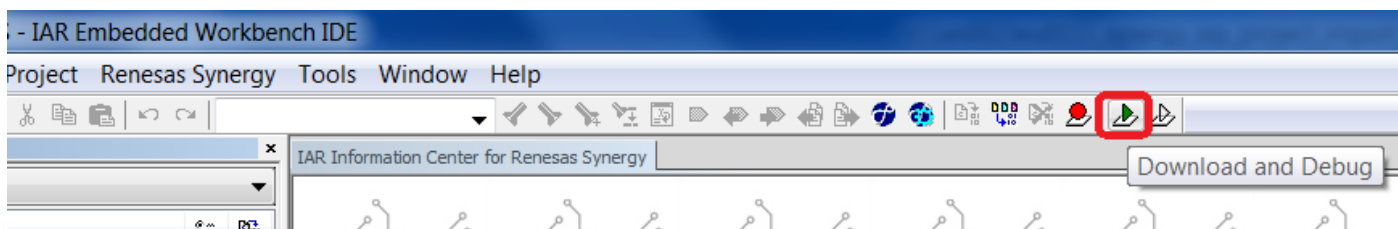

図 1.14 デバッガのセットアップ 2
3. CTRL+D キーを押すか、[Download and Debug] (ダウンロードしてデバッグ) ボタン (図 1.14) をクリックして、デバッグを開始します。